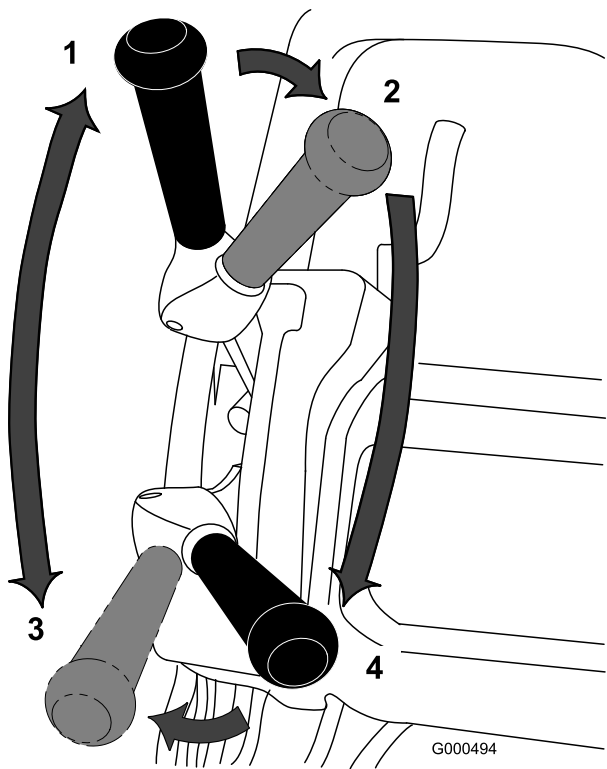

图26
1. 启动发动机、将油门设置为低速、向下推动手柄以提起滚刀组、压低操作员到位控制装置、将牵引杠移至“接合”位置、使剪草机行驶到果岭的环圈上（图26）。
2. 将牵引杆移至“分离”位置、然后接合滚刀驱动杆（图26）。
3. 将牵引杆移至“接合”位置、增加油门速度直至剪草机按照所需的地面行驶速度移动、将剪草机推到果岭区、放下剪草机的前端、然后开始剪草 (图26)。